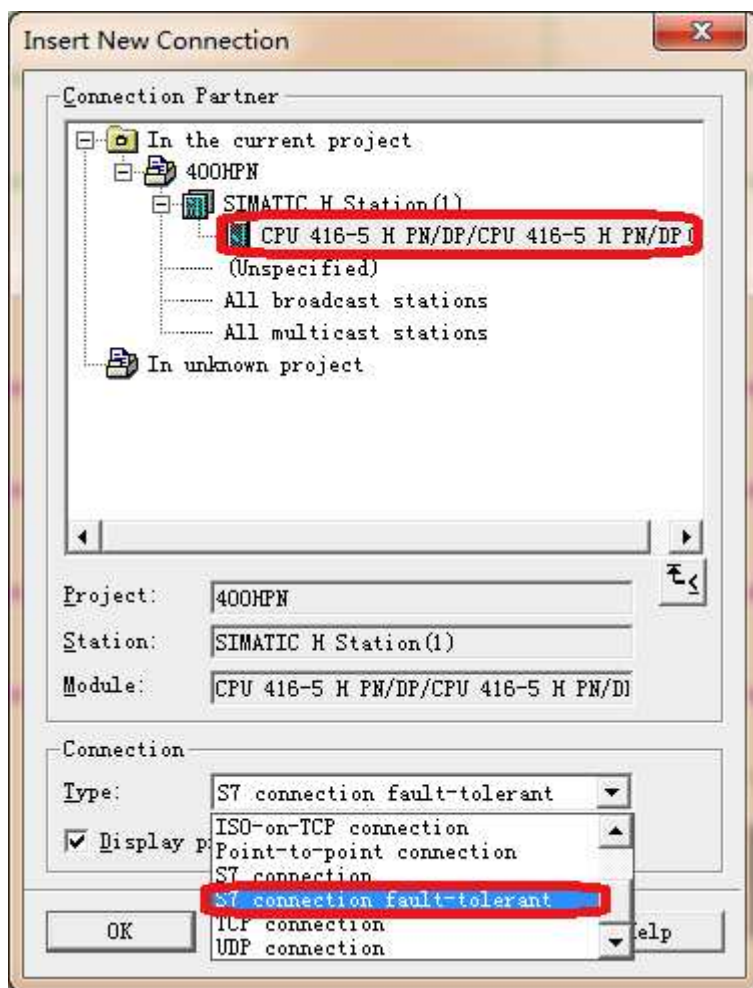

图7
(B) 在连接伙伴中选择已经组态好的CPU 416-5H PN/DP，连接类型选择S7 connection fault-tolerant，如图7所示。